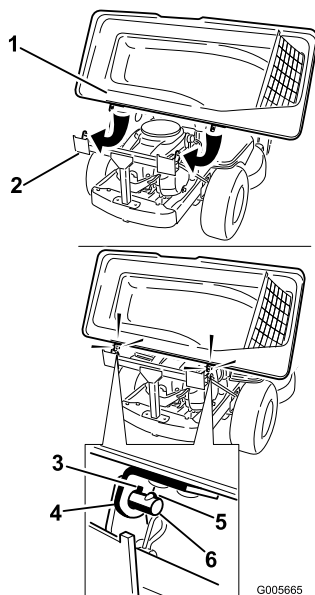

Bild 7
1. Bauen Sie die Abdeckung des Heckfangsystems am Rahmen des Heckfangsystems ein. Drehen Sie die Abdeckung des Heckfangsystems, um die Schlüssellöcher in den oberen Halterungen des Heckfangsystems mit den Schlüsseln in den Pfosten am Rahmen des Heckfangsystems auszufluchten (Bild 7). Schieben Sie die Halterungen über die Pfosten und drehen Sie die Abdeckung des Heckfangsystems nach unten in die Betriebsstellung.